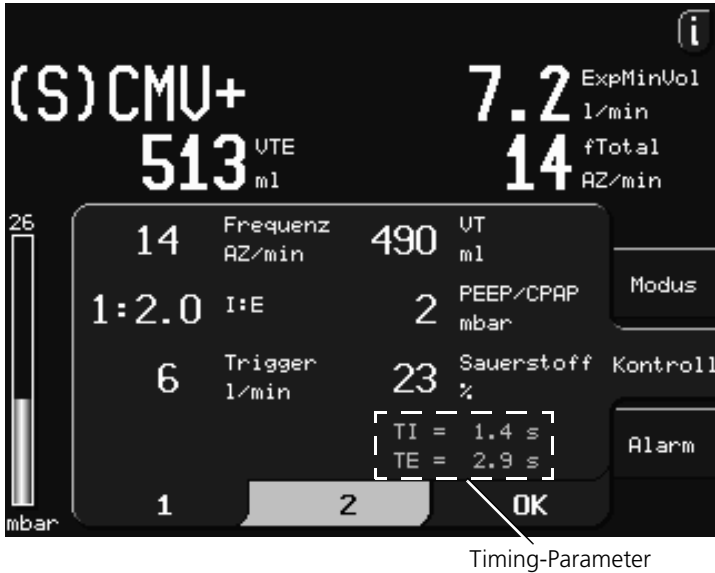

Abbildung 4-6. Fenster Kontroll 1 – ohne Modusänderung
- Mit Ausnahme der Modi ASV, SPONT und NIV werden für alle Modi Timing-Parameter angezeigt, die über die Timing-Einstellungen festgelegt werden (siehe Abbildung 4-6). Die Definitionen der Parameter I:E, Frequenz, TI und T tief entsprechen den in Tabelle 4-4 beschriebenen Einstellungen. TE gibt die Dauer der Expirationsphase an.
- Öffnen Sie das Fenster Kontroll 1 (Abbildung 4-6), indem Sie die Taste Kontroll drücken.